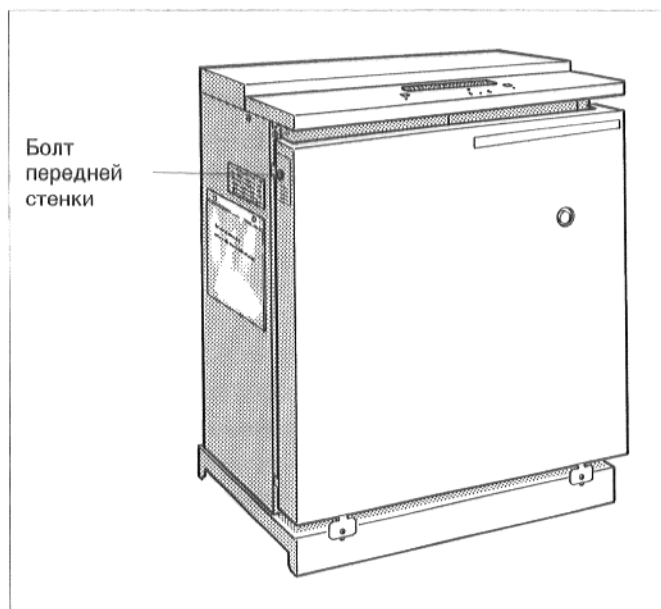

Рис.4: снять переднюю стенку котла
- Вывинтить оба стопорных болта в передней стенке котла (рис. 4). Снять переднюю стенку котла в направлении вверх.